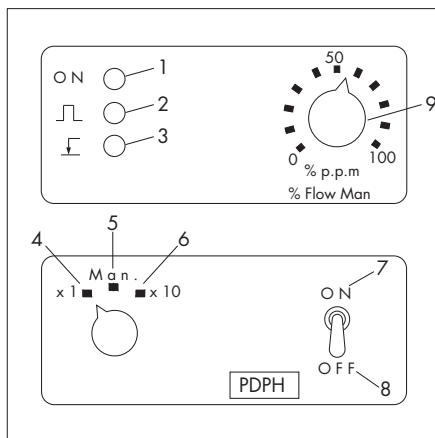

Fig. 5
- 4 Selettore di funzionamento (vedi fig. 5 pos. 5)
N.B.: per fare funzionare a contatore fermo le pompe dosatrici serie PDPH è necessario, oltre che dare corrente, ruotare il selettore indicato nella fig. 5 pos. 5.